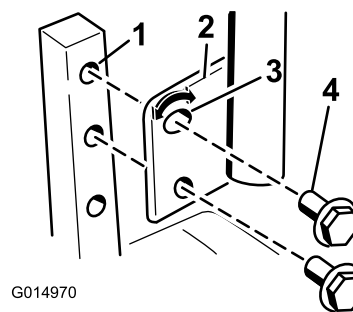

Figure 23
1. Retirez les 2 boulons qui fixent le levier de commande à l'arbre du bras de commande (Figure 23).
3. Fixez le levier avec les 2 boulons (Figure 23).
2. Desserrez le boulon inférieur jusqu'à ce qu'il soit possible de pivoter le levier de commande en avant ou en arrière (Figure 23). Serrez les deux boulons pour fixer la commande à sa nouvelle position.